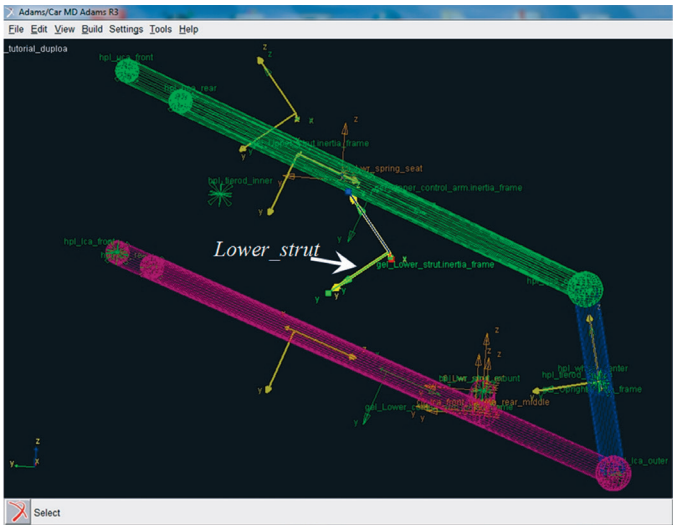

Figura 5.73 – Tela ilustrativa do *General Part* “Lower\_Strut”.
- A Figura 5.73 ilustra o General Part “Lower\_strut”.